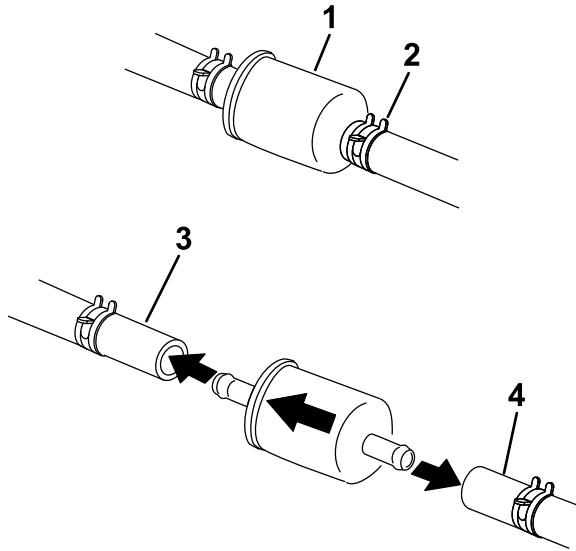

Figura 73
4. Cierre la válvula de cierre de combustible, situada debajo del asiento (Figura 73).
5. Apriete los extremos de las abrazaderas y deslícelas por la manguera alejándolas del filtro (Figura 73).
7. Instale un filtro nuevo y acerque las abrazaderas al filtro (Figura 73).